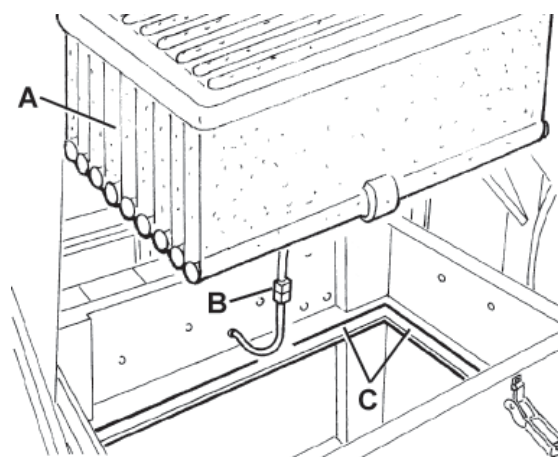

Figure 17
7. Débrancher le connecteur (B, Fig. 17) du secoueur et enlever le filtre à poussière (A).
15. Si besoin est, nettoyer le long du périmètre du joint en caoutchouc (C, Fig. 17) et contrôler que le joint est intact. Dans le cas contraire, en effectuer le remplacement.